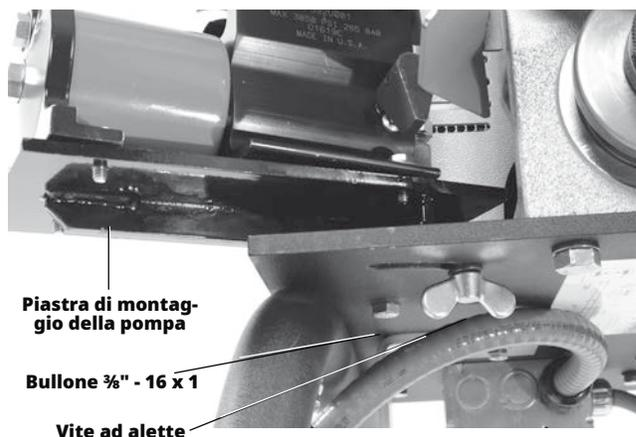

Figura 6 - Montaggio della pompa idraulica
7. Collocare la piastra di montaggio della pompa sul foro e sulla fessura sul lato dell'interruttore della 918-I. Dal fondo della piastra di base, inserire nel foro il bullone da $\frac{3}{8}$ " - 16 x 1" con la rondella e avvitarlo nella piastra di montaggio della pompa (Figura 6).